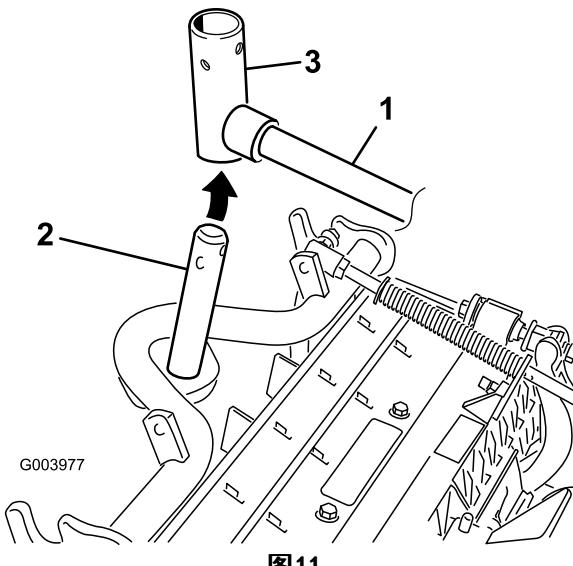

图11
8. 对于前滚刀组，把滚刀组滑到提升臂下方（图11），并将承载架轴向上插入提升臂轴轭。
- B. 将提升臂枢轴插入承载架轴的上方（图11）。